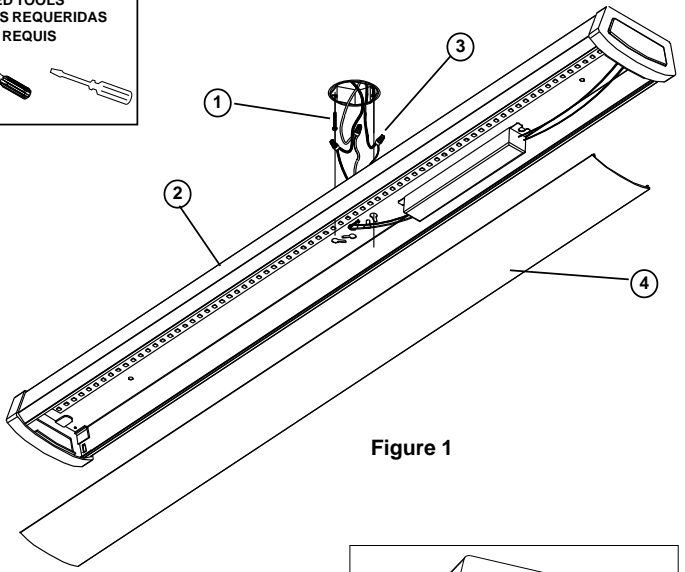

Figure 1
4. Tenir solidement le bloc boîtier (2) et connecter le fil vert de mise à la terre de l'appareil au fil de cuivre nu de mise à la terre de la boîte de jonction à l'aide d'un capuchon de connexion (3). *(Si le câblage d'alimentation ne comprend pas de fil de mise à la terre, consulter votre code d'électricité local et vérifier la méthode d'installation conforme).*
5. Utiliser les serre-fils pour connecter le fil noir de l'appareil au fil noir d'alimentation et le fil blanc (neutre) de l'appareil au fil blanc d'alimentation. Voir la figure 1.
3. With the power turned off, thread two Screws (1) into junction box (Note: screws must be the same distance apart as keyholes in back of housing assembly).
4. Hold the fixture Fixture Housing (2) firmly and connect the green ground wire from the fixture to the bare copper ground wire from the junction box using a Wirenut (3). (If house wiring does not include a ground wire, consult your local electrical code for approved grounding methods).
5. Use Wirenuts (3) to connect the black fixture wire to the black power supply wire and the white (neutral) fixture wire to the white power supply wire. See Fig 1.
4. Sostenga el ensamblaje de la Carcasa del luminario (2) firmemente y conecte el alambre verde de conexión a tierra del luminario al alambre de cobre descubierto de conexión a tierra de la caja de ensambladura usando una Tuerca de Alambre (3). (Si el alambrado de la casa no incluye un alambre de conexión a tierra, consulte su código eléctrico local para métodos aprobados de hacer tierra).
5. Use Capuchones de Alambres (3) para conectar el alambre negro de la luminaria al alambre negro suplidor de electricidad y el alambre blanco (neutral) de la luminaria al alambre blanco suplidor de electricidad. Vea Fig. 1.